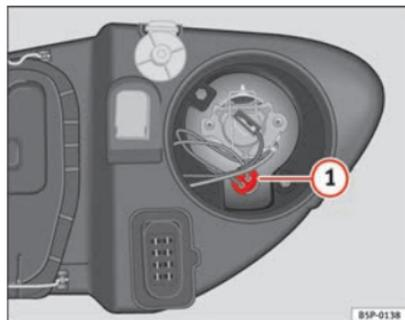

Fig. 169 Luci di posizione
- Estrarre il portalampane ⇒ fig. 169 **1** verso l'esterno.